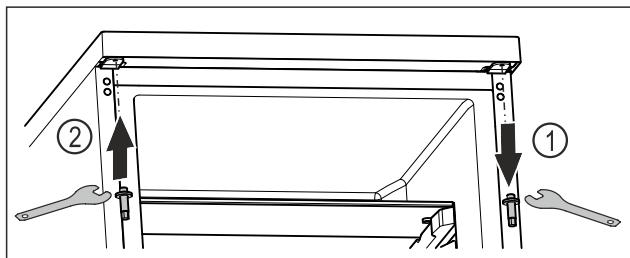

Fig. 20
- ▶ Отвийте горния болт с външен шесткантов ключ. Fig. 20 (1)
- ▶ Затегнете болта от другата страна с помощта на външния шесткантов ключ. Fig. 20 (2)